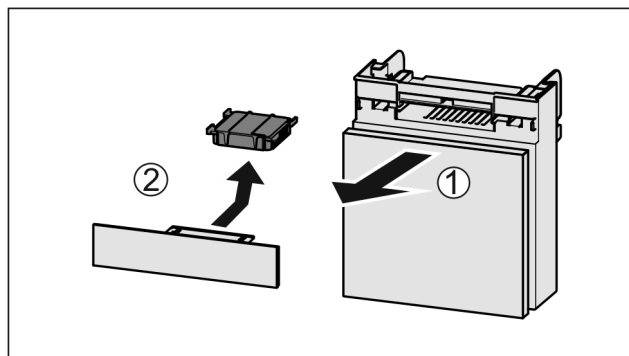

Fig. 158
- Вытянуть Fig. 158 (1) отделение движением вперед.
- Извлечение Fig. 158 (2) фильтра с активированным углем.